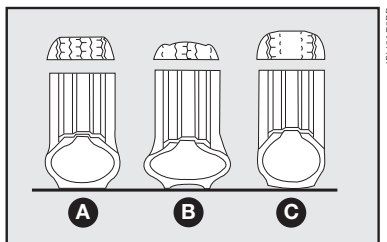

fig. 17
**Uma pressão errada provoca um desgaste anormal dos pneus fig. 17.**